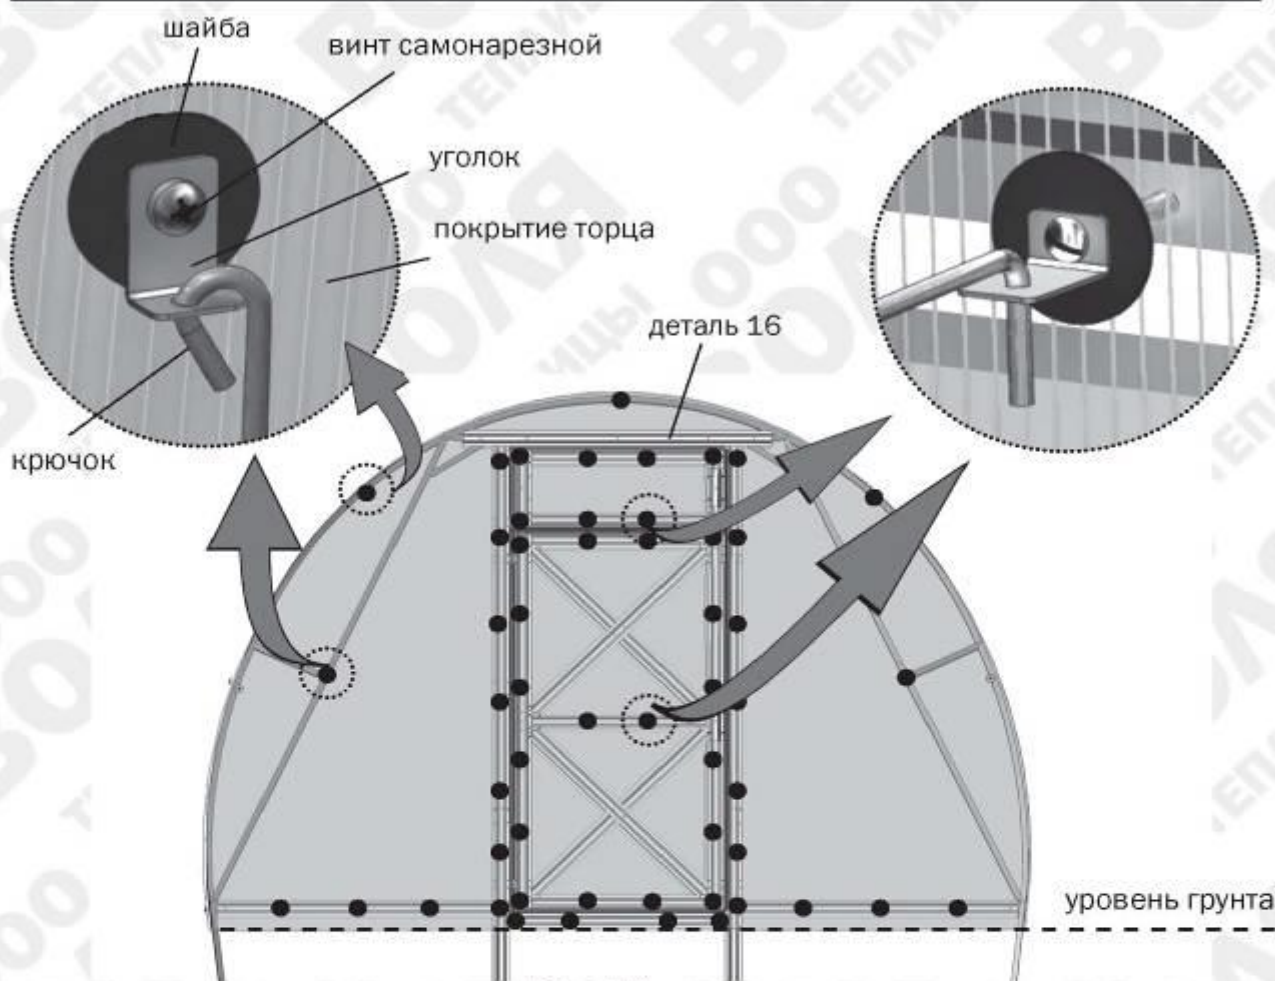

Рис.24
3. Установите боковины торца в соответствии с **рис.24**. Придерживая кусок покрытия, закрепите его винтами с шайбами по деталям **6к, 7, 8** (**рис.16**) и по уголкам с помощью самонарезных винтов с шайбами. Отверстия для винтов выполняются сверлом диаметром 5 мм изнутри теплицы через готовые отверстия в деталях каркаса. Установите куски «коньковой панели», закрепляя их на уголок с помощью самонарезного винта с шайбой. Налест с боковинами срезать.
6. Установите накладку торцевую **16** на покрытие торца и закрепите ее на детали **5** через покрытие (рис.20 и рис.24). Под деталью **16** находится стык кусков покрытия торца.
8. Шайбы и крючки на торце устанавливаются в соответствии с **рис.24**.